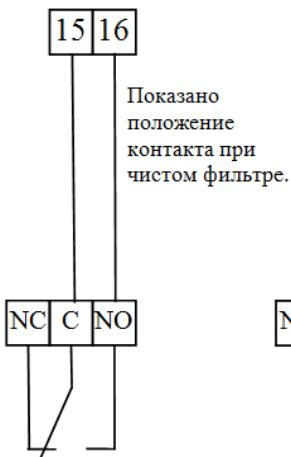
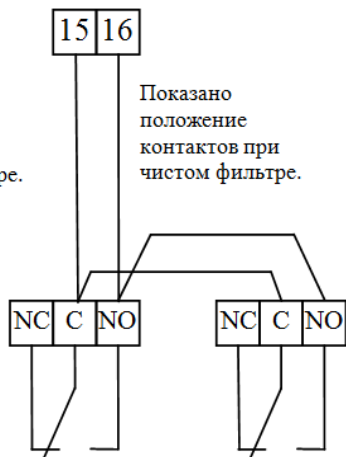

Рис. 8.1
Рис. 8.2
- Датчик-реле перепада давления на фильтре (нормально разомкнутый контакт) подключить к клеммам 15 и 16 клеммника X1 (рис. 8.1). Датчик-реле отрегулировать так, чтобы при перепаде давления на фильтре, соответствующем чистому фильтру, его контакты были разомкнуты, а при загрязнении фильтра — замкнуты. При наличии нескольких датчиков-реле перепада давления, например, при наличии фильтров как на притоке, так и на вытяжке, подключить их к клеммам 15 и 16 клеммника X1, соединив соответствующие клеммы датчиков-реле параллельно (рис. 8.2). Замыкание клемм 15—16 должно происходить при срабатывании любого из датчиков.